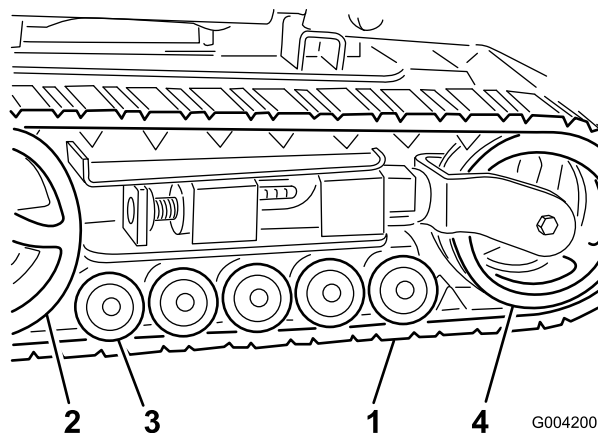

Figure 40
**Important:** Nettoyez soigneusement les galets de roulement, la roue de tension et le pignon d'entraînement (Figure 40). Les galets de roulement doivent tourner librement lorsqu'ils sont propres.